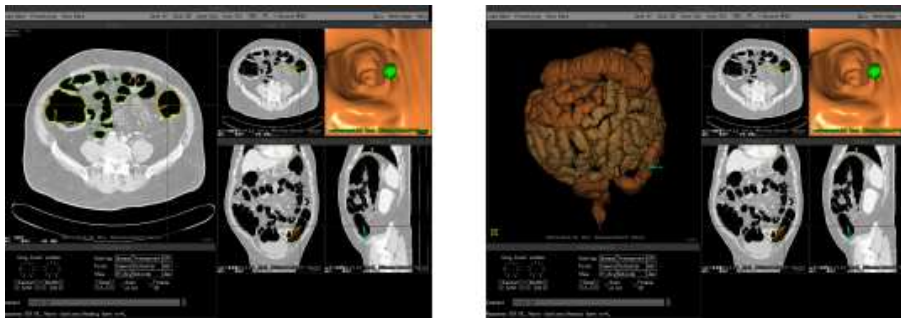

Abbildung 3.11: Umschalten zwischen großer XY Ansicht und Außenansicht
Der Bereich (2) kann alternativ eine große Ansicht der 2D-Schichtsnitte zeigen (s. Abbildung 3.11), oder — falls eines der FastPolys-Scripte ausgeführt wurde — eine Außenansicht des Darmes. Schalten Sie zwischen den beiden Darstellungen mit den Buttons und um.